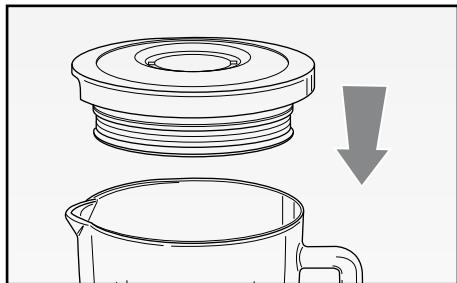

Fig. 2
- Posizionare il coperchio (B) sopra la tazza premendolo leggermente fino al completo inserimento (Fig. 2).